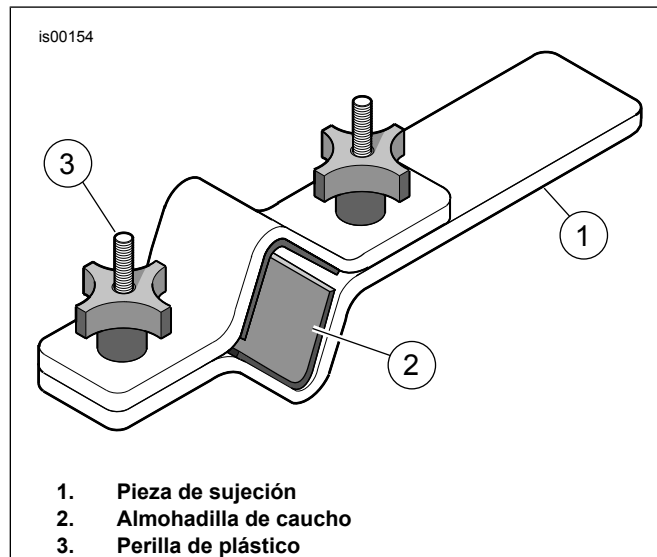

Figura 2. Sujetador para tubos de horquilla (HD-41177)
1. Ve a la Figura 2. Obtenga el SUJETADOR PARA TUBOS DE HORQUILLA (HD-41177).